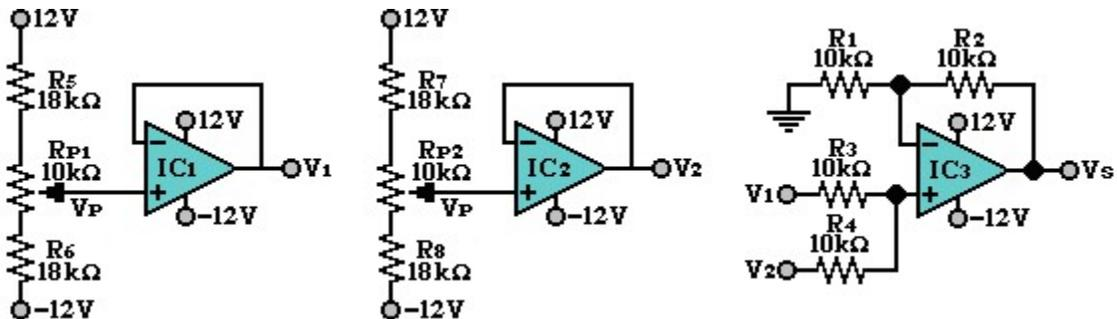

Figura 2.2
- Arme el circuito de la figura 2.2. Ajuste los voltajes de entrada V_1 y V_2 como se indica en la Tabla 2.1. En cada caso mida el voltaje de salida V_s .